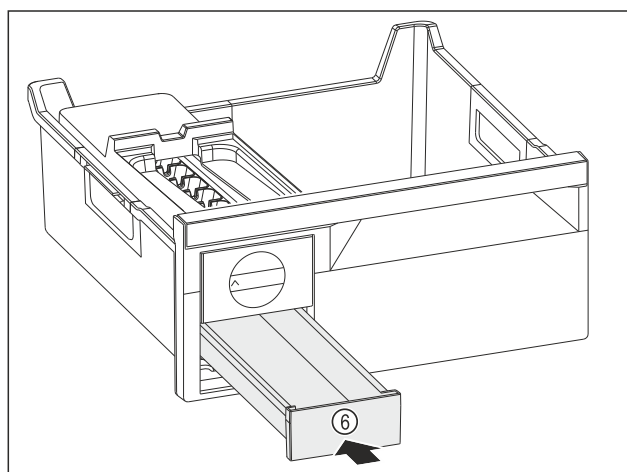

Fig. 116
- ▶ Insérer le compartiment à glaçons Fig. 116 (6).